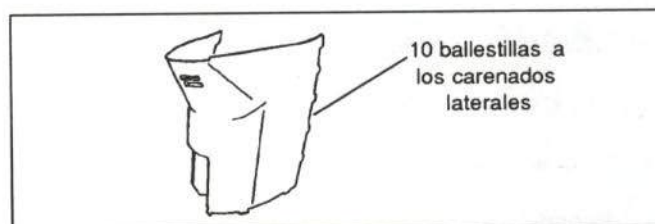

Figura 17.- Fijación del cuerpo inferior de asiento
En la figura 17 se muestra su fijación
- Cuerpo inferior de asiento (figura 17)